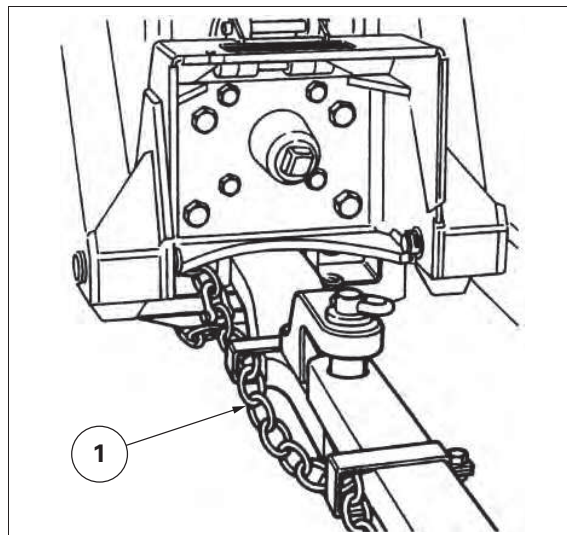

Fig. 10.
- Todo implemento de tractor debe estar conectado a éste mediante una cadena de seguridad (1) *fig. 10*.